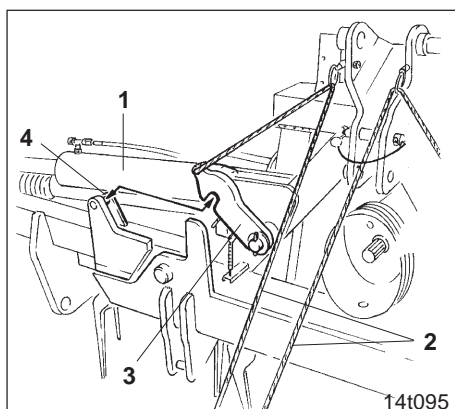

Fig. 8.2
Der Transportklapprahmen wird von zwei Hydraulikzylindern (Fig. 8.2/1) in Transport bzw. Arbeitsstellung gebracht.
- Führen Sie die Seile (Fig. 8.2/2), die an den Verriegelungshebeln (Fig. 8.2/3) befestigt sind in die Schlepperkabine.